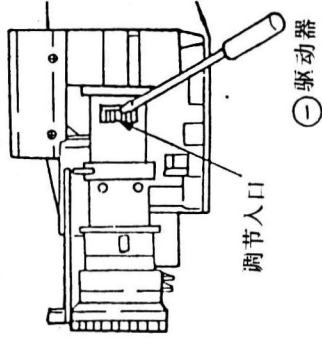

图 44
- (1)后焦距调整
- 步骤:① 在 3m 距离和全拉近位置(全长焦距位置)拍摄后焦距调整卡;
- ② 使景物聚焦在镜头上;
- ③ 如图 44 调节中继透镜调整点;
- ④ 拉回镜头,调节后焦距,以取得最佳聚焦;
- ⑤ 重复进行拉近、聚焦、拉出、调节,直至在整个变焦范围内取得最佳聚焦。